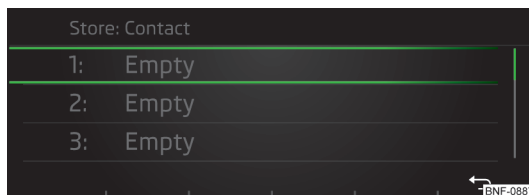

Рис. 111
► Оберіть позицію для збереження вибраних контактів » Рис. 111.